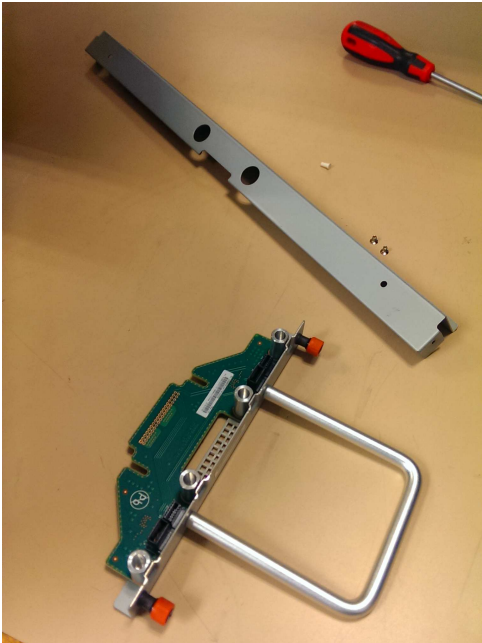

図 103. シャーシの FIB 部品
1. 新しい FIB、カバー、およびカバーのねじ (111 ページの図 103 を参照) を安全な場所に置きます。